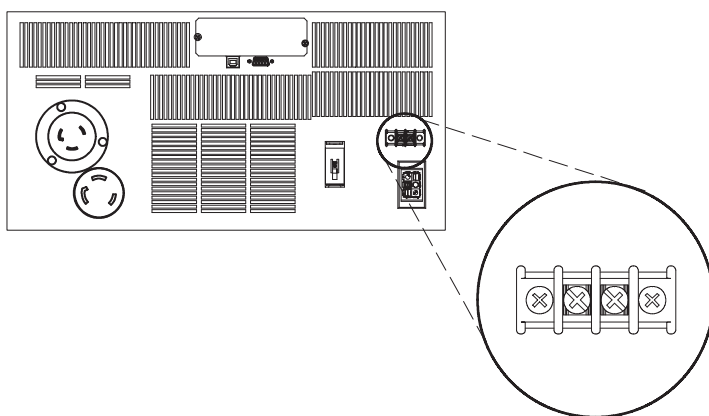

Рисунок 11. REPO разъем
2. Подключите кнопку или выключатель к REPO разъему при помощи изолированного кабеля 18–20 AWG (0.75 мм² – 0.5 мм²) (см. рисунок 11).